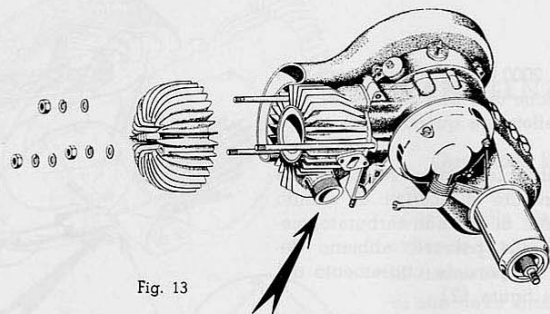

Fig. 13
5) Pulire la luce di scarico del cilindro. Questa operazione può farsi smontando il tubo di scarico e la testa del cilindro portando lo stantuffo al P.M.I. Fare attenzione che residui carboniosi non vadano nell'interno del cilindro. Questa verifica farla eseguire dall'agente di vendita (vedi fig. 13).